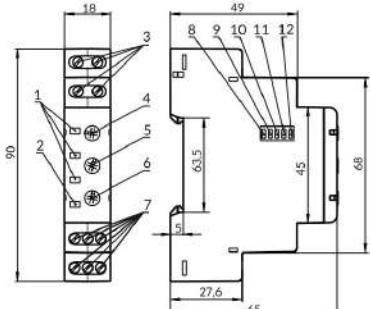

Рисунок 1
1) Переключателями срабатывания защиты (поз. 8 - 11 рис. 1) включите необходимые защиты.
2) Переключателем 380 В / 400 В (поз. 12 рис. 1) установите тип используемой сети.
4) Регулятором $U_{ном} \pm \%$ (поз.4 рис. 1) установите необходимый порог срабатывания по максимальному и минимальному напряжению в процентах от номинального напряжения питания сети.
5) Регулятором Тоткл (с) (поз.6 рис. 1) установите время срабатывания защиты по максимальному напряжению и по перекосу фаз.
6) Регулятором Твк1 (с) (поз.5 рис. 1) установите время АПВ.
1. Если Вы планируете использовать изделие в режиме «Контроль максимального напряжения» (разд. «Работа изделия»), разрыв питания катушки КМ необходимо подключить к клеммам C1-NC1 (C2-NC2) (обратная логика включения). Переключатель U_{max} (поз. 8 рис. 1) переместите в положение «Включено», а переключатели \equiv , \parallel , U_{min} - в положение «Откл».